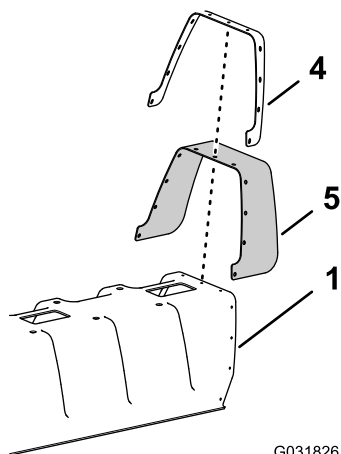

Рисунок 145
1. Используя дрель со сверлом 5 мм ($\frac{3}{16}$ дюйма), высверлите 11 закладных заклепок (Рисунок 145), которые крепят усиливающую пластину (с одним рядом заклепок) и резиновый кожух к концу кожуха секции с 11 соплами для средней секции опрыскивателя, снятого при выполнении пункта 2 раздела 6 Демонтаж кожуха средней секции (с 11 соплами) дополнительного комплекта закрытой стрелы (страница 19).